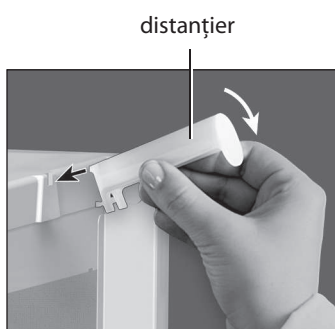

Figura 3
- în conformitate cu Figura 3: introduceți cârligul superior al distanțierului în canalul capacului, apoi întoarceți distanțierul în jos pentru ca cele două cârlige de jos să se fixeze în capacul congelatorului;